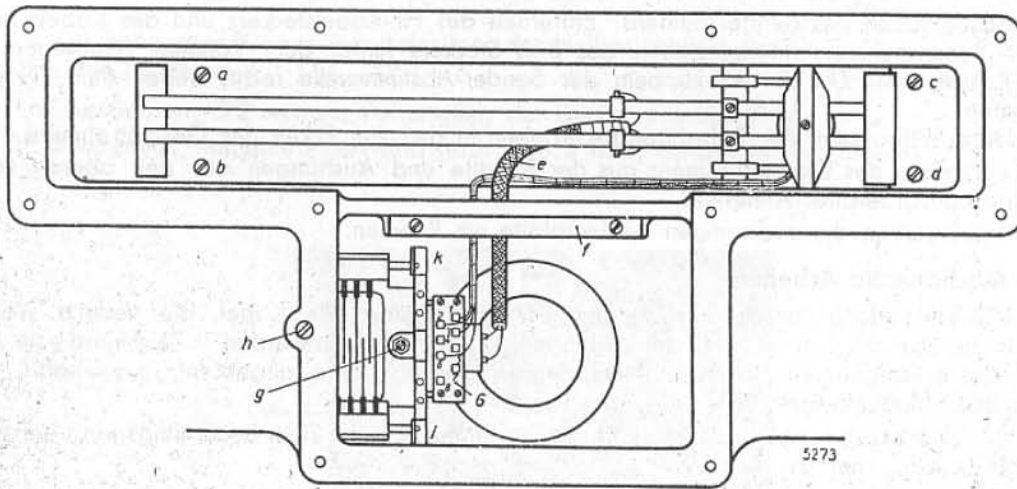

Abb. 4. Skizze des Antennenkastens.
4. Ausbau der Teile aus dem Antennenkasten (Abb. 4 und 5).